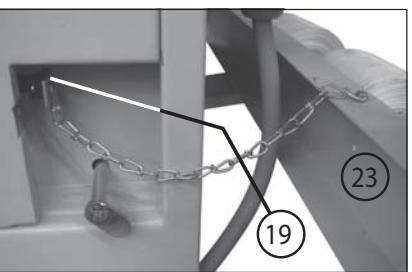

Fig. 3
- 19 = Pieza de bloque del interruptor de fin de carrera (fig. 3)
- Atención: La instalación funciona únicamente, cuando a) la regleta de parada de emergencia (14) está desbloqueada (extraer la regleta roja en la mesa), b) el interruptor de bloqueo (2) está desbloqueado (girar la llave hacia la derecha), c) el interruptor principal (1) está conectado (posición "1"), d) la llave de accionamiento de la pieza de bloqueo del interruptor de fin de carrera (19) (fig. 3) está metida en el interruptor de fin de carrera en el compactador y e) la chapaleta de carga (30), así como la compuerta de extacción (31) y la tapa de cubierta (27) están cerradas.